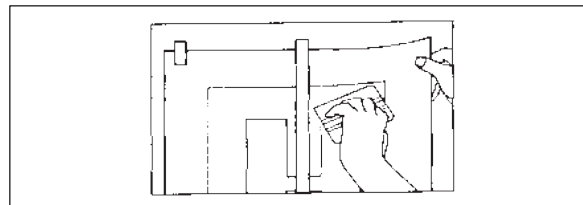

Fig. 16
4. Ripiegare e spatolare la grafica in superficie, cominciando dal centro della cerniera e procedendo esternamente e lontano dalla cerniera, usando colpi decisi e sovrapposti. Fig. 16